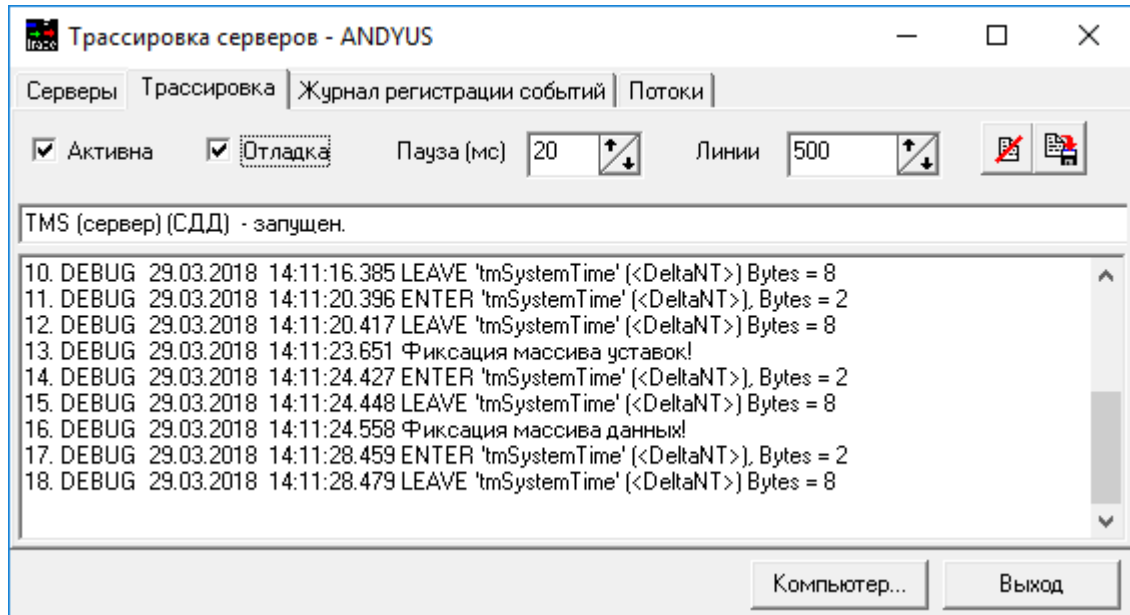

Рис. 18.5 Программа «Трассировка серверов» («Трассировка»)
- ЛКМ выбрать закладку «Трассировка». Откроется окно трассировки сервера (см. Рис. 18.5).